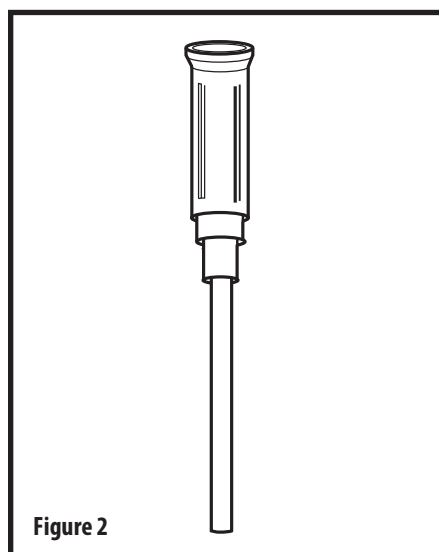

Figure 2
7. Włożyć kaniulę introduktora (**Rys. 2**) do portu jelita czczego, aż kielich przewodnika będzie w kontakcie z portem do karmienia do jelita czczego, a kaniula introduktora będzie widoczna wewnątrz rurki. Kaniula introduktora otwiera jednokierunkowy zawór i zabezpiecza go przed uszkodzeniem przez przewodnik.